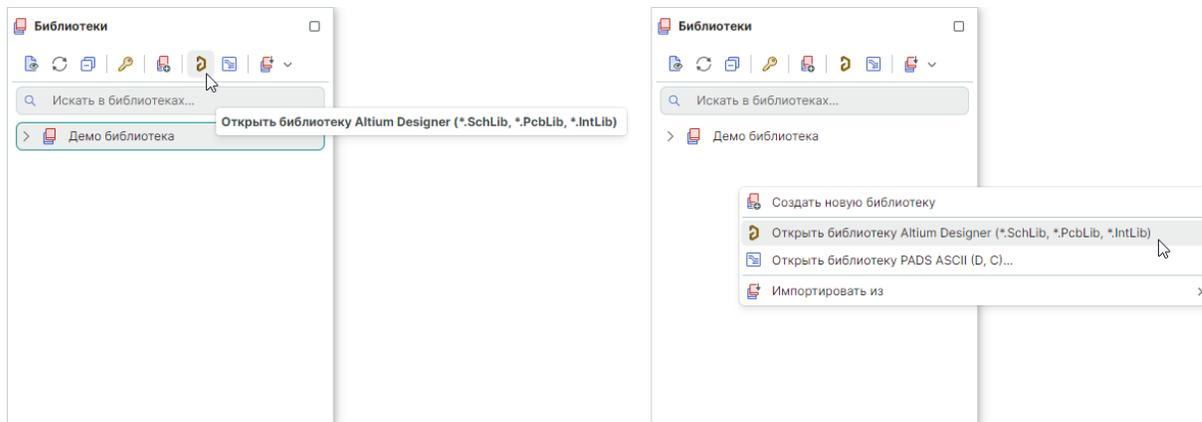

Рис. 2 Вызов импорта библиотеки для просмотра
1. Вызовите окно проводника из контекстного меню панели «Библиотеки» или, используя кнопку «Открыть библиотеку Altium Designer (*.SchLib, *.PcbLib, *.IntLib)», обозначенную символом  на встроенной панели инструментов панели «Библиотеки», см. Рис. 2.